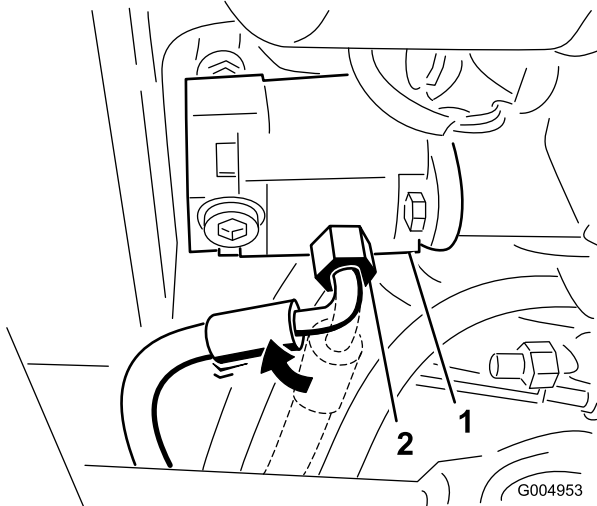

Figura 103
25. Desaperte o encaixe da mangueira de pressão na bomba e rode o encaixe 45 graus para a frente da máquina (Figura 103).
Nota: A Figura 103 ilustra a perspectiva de debaixo da unidade de tração.